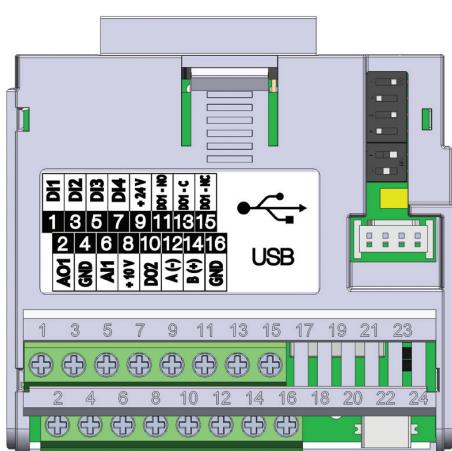

Figura 17.3: Módulo plug-in CFW500-CUSB
O módulo plug-in CFW500-CUSB tem a interface Serial (1) através da porta RS485 nos bornes 12(A-) e 14(B+), bem como a interface Serial (2) através da porta USB no conector padrão mini USB (mini B), veja a Figura 17.3 na página 17-1.